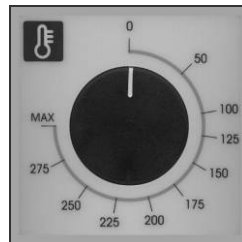

Fig. 4
**Programmation de la température de cuisson** - Mettre le bouton du thermostat de réglage (Fig. 4) sur la température voulue pour la cuisson.